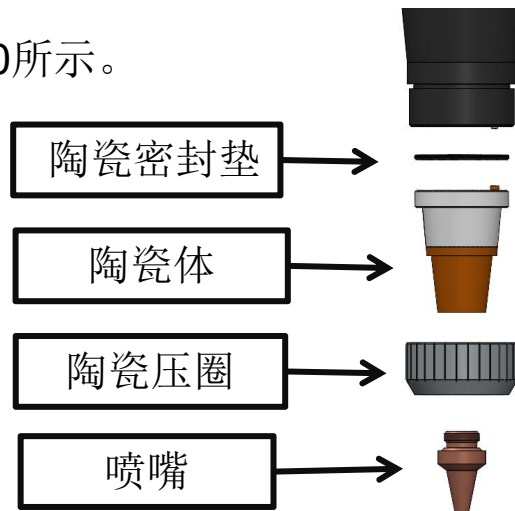

图6.0
- ① 逆时针旋转拆下喷嘴，如图6.0所示。
- ② 逆时针旋下陶瓷压圈，如图6.0所示。
- ③ 竖直向下取出陶瓷，如图6.0所示。